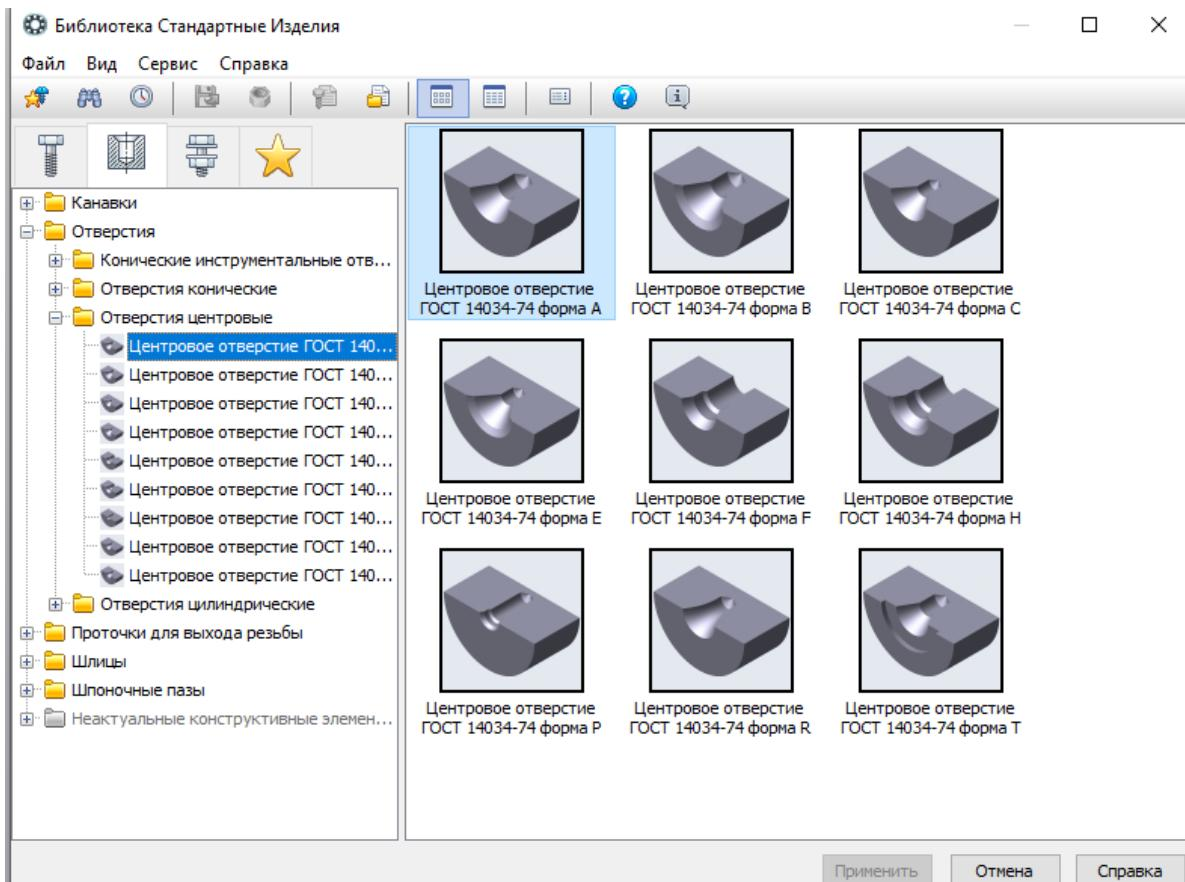

Рисунок 13 - Выбор центрового отверстия из Библиотеки Стандартные изделия
- Для создания центровых отверстий в строке меню *Приложения* выберите команду *Механика – Валы и механические передачи 3D – Простые конструктивные элементы – Отверстия*. В открывшемся окне *Библиотека Стандартные изделия* откройте ветвь *Отверстия центровые* и выполните двойной щелчок мыши на элементе «Центровое отверстие ГОСТ 14034-74 форма А» либо выполните двойной щелчок мыши на изображении элемента в правой части окна (рисунок 13).